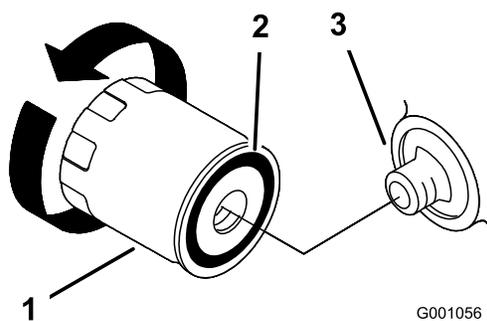

図 22
2. オイルフィルタを外し、フィルタのアダプタガスケットの表面をきれいに拭く 図 22。
3. 新しいフィルタのガスケットにオイルを薄く塗る 図 22。
4. アダプタにフィルタを取り付け、ガスケットがアダプタに当たるまでフィルタを右に回し、そこから更に 2/31 回転増し締めする 図 22。